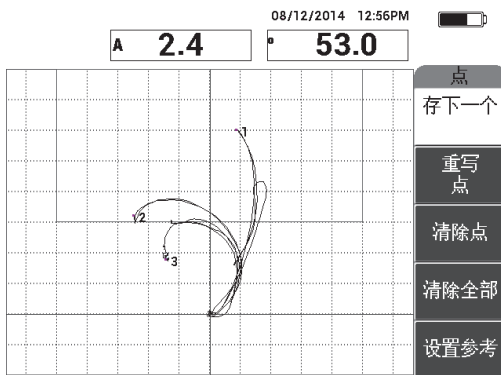

图 6-50 记录的第三个点
8. 慢慢地在第三个脱粘缺陷上滑动探头，然后按**存下一个**（**A** 键），记录第三个点（参见第 147 页的图 6-50）。